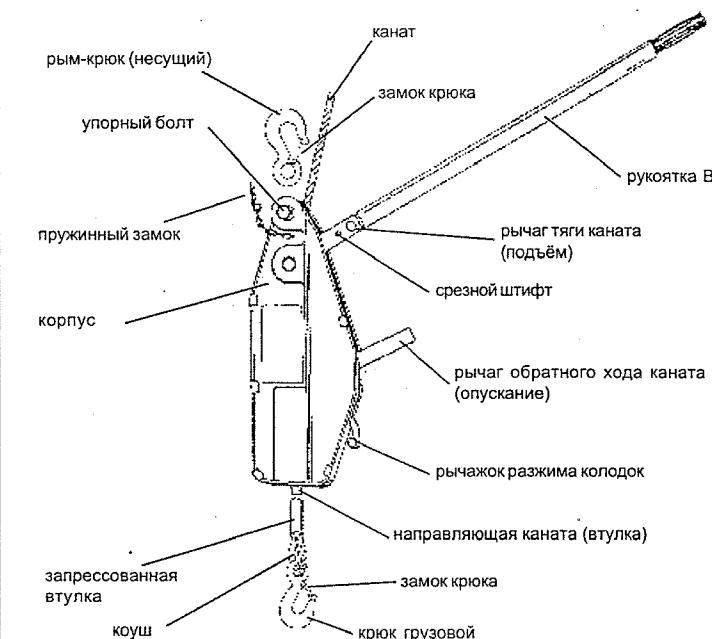

рис. 1
3. Заострённый наконечник каната ввести в направляющую каната (рис. 1) и протянуть канат до его рабочего положения.
Груз навешивать только посередине седловины крюка, не на его конце. То же касается подвесного крюка. Таль должна находиться центрированно между точкой подвески тали и точкой навеса груза. Перекидывать канат только через шкивы достаточного диаметра. Следить за тем, чтобы упорный болт был задвинут в отверстие корпуса полностью и закреплён пружинным замком (рис. 1). Подвешенный груз не должен вращаться вокруг своей оси, т. к. это может привести к нарушениям работы каната и тали. Ни в коем случае не допускать размотки литьц каната. В остальном придерживайтесь правил техники безопасности Вашего государства, относящихся к эксплуатации подъёмных механизмов.
• Нельзя использовать наконечник цепи в качестве рабочего ограничителя спуска (см. рис.1 - наконечник цепи).